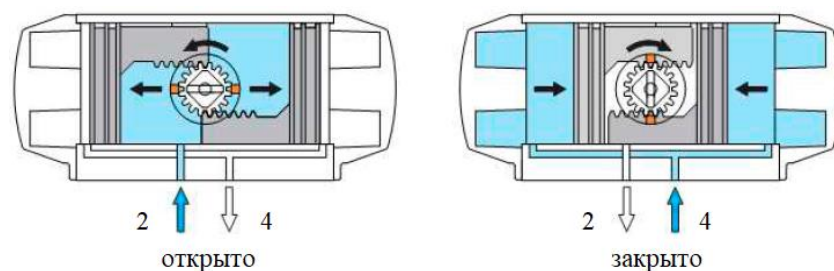

Рисунок 4. Устройство пневмопривода двухстороннего действия (DA)
1.3.4. Пневмопривод двухстороннего действия (DA) (рис. 4) отличается от пневмопривода одностороннего действия (SC/SO) отсутствием возвратных пружин. Вращение выходного вала в противоположенном направлении происходит за счет подачи воздуха в полость между поршнями и торцевыми крышками пневмопривода.